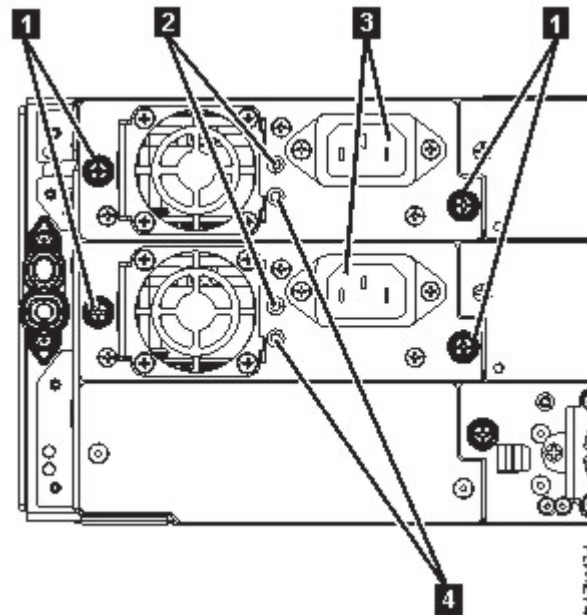

Abbildung 67. Netzteile
- Die weiße LED ( **2** in Abb. 67 auf Seite 129) leuchtet auf.
- Die grüne LED ( **4** in Abb. 67 auf Seite 129) ist ausgeschaltet.